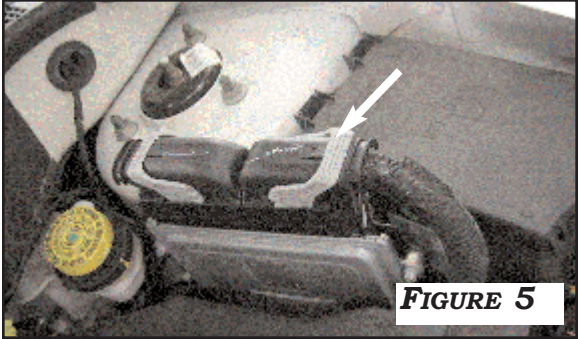

FIGURE 5
- 7. REMOVE ECM CONNECTOR FURTHEST AWAY FROM FIRE-WALL. **FIGURE 5.**